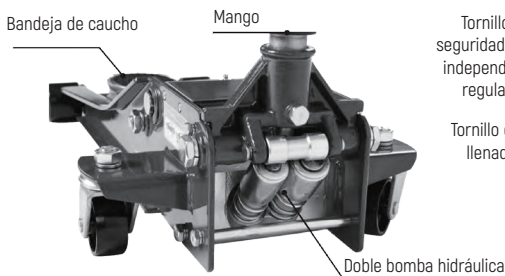

Figura 1
- 2) Inserte el mango en el agujero de mano (Figura 1) .
- 3) Gire el mango en sentido antihorario (Figura 1) para abrir la válvula de retorno de aceite.